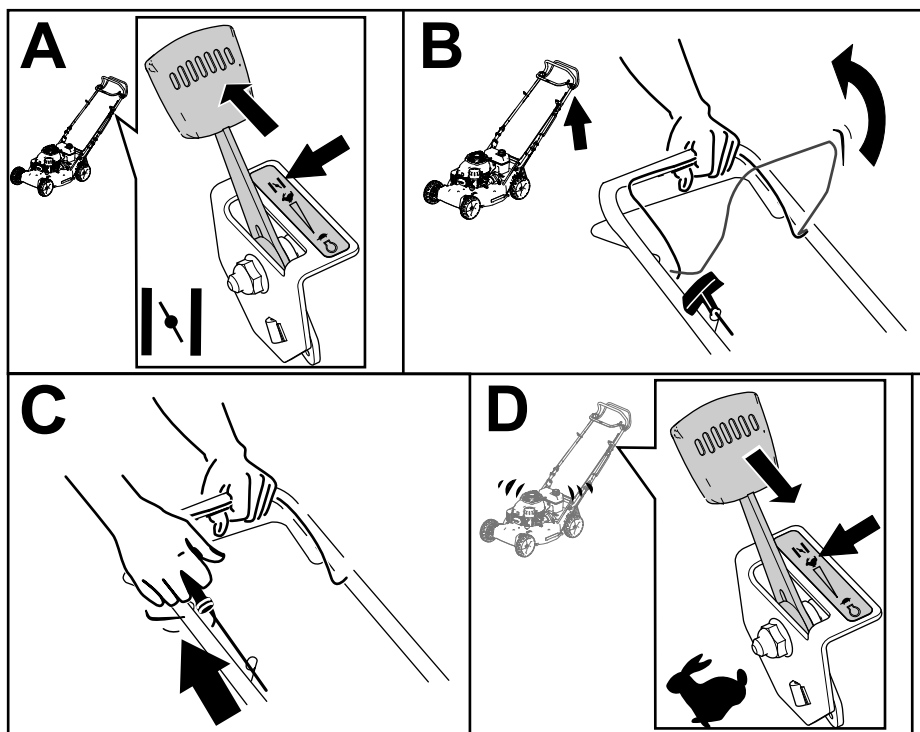

Figura 17
3. Desloque a alavanca de controlo do acelerador para a posição AR (A de Figura 17).
4. Mantenha a barra de controlo da lâmina encostada à pega (B da Figura 17).
5. Puxe a pega do arranque manual com cordão (C da Figura 17).
6. Quando o motor arrancar, desloque a alavanca de controlo do acelerador para a posição RÁPIDO (D de Figura 17).